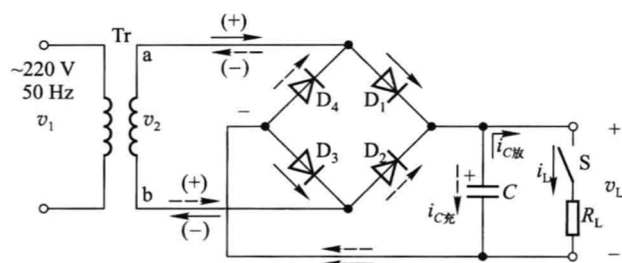

图 11.1.4 桥式整流、电容滤波电路
2、复习思考题：11.1.4 电路如图 11.1.4 所示,电路中 v_2 的有效值 $V_2=20\text{ V}$ 。